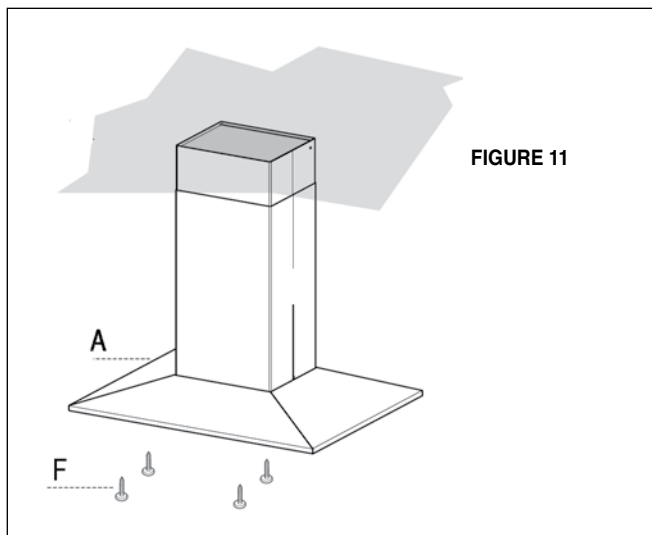

FIGURE 11
4. Ensuite, fixer par le bas, au moyen de quatre vis fournies (**F de la FIGURE 11**) la HOTTE (**A de la FIGURE 11**) au treillis prévu.